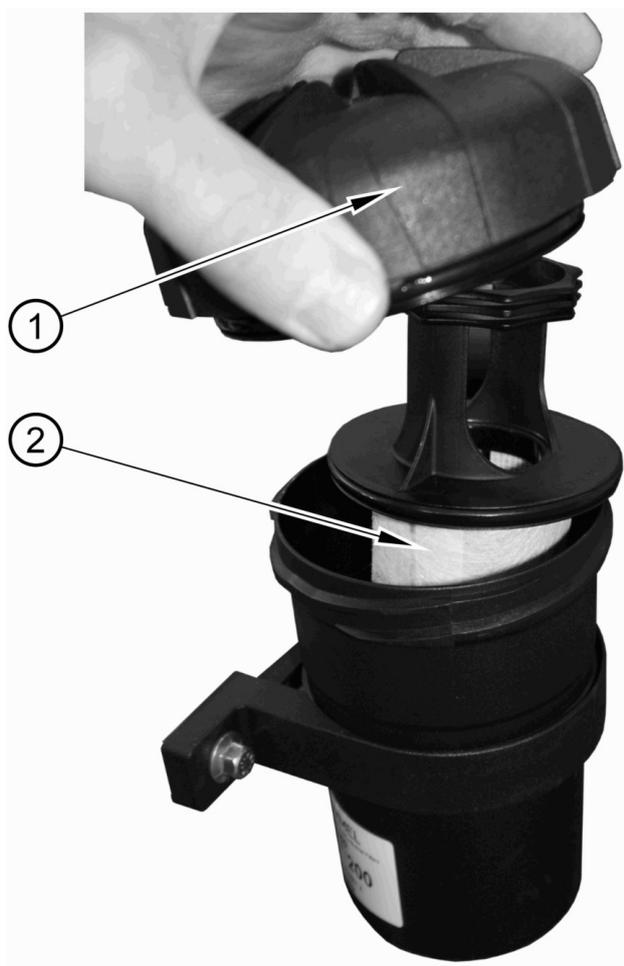

Figura 24
2. Svitare il coperchio dello sfiato (figura 24 voce 1) ed estrarlo dal corpo principale.
3. Rimuovere la cartuccia del filtro (figura 24 voce 2) e scartarla.